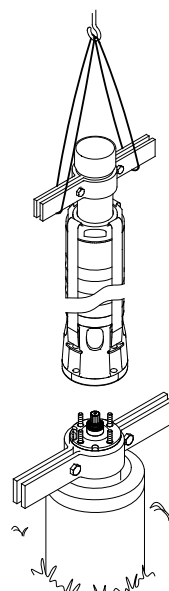

Fig. 19 Sollevamento della pompa in posizione
3. Sollevare la pompa utilizzando le morse, vedere fig. 19.